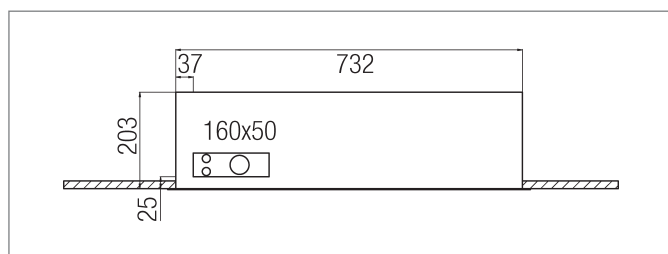

Fig. 4-5 Sezione trasversale del telaio di installazione con apertura
Nell'angolo in basso a sinistra del telaio di installazione è presente un'apertura (vedere Fig. 4-5) progettata per l'inserimento di tubi e cavi, che devono avere una lunghezza tale da consentire i successivi collegamenti del deumidificatore.
2. Posizionare il telaio di installazione allineandolo orizzontalmente e verticalmente. Il telaio deve essere installato in modo che il profilo anteriore sia a contatto con la parete finita (vedere Fig. 4-5).